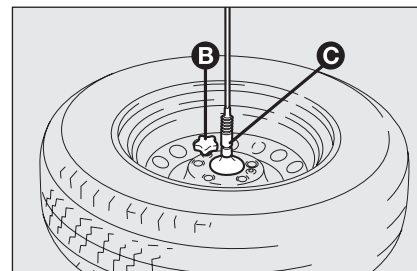

fig. 6
- enlever le capuchon **B-fig. 6** et décrocher le câble de retenue puis libérer la roue du support denté **C** en dévissant les 2 vis;